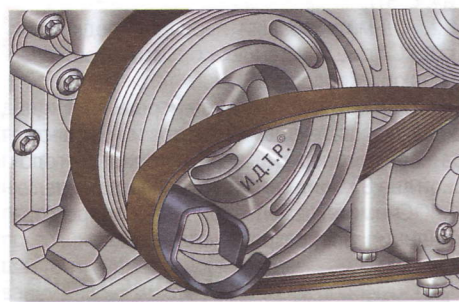

Рис. 4.11. Установка ремня привода компрессора кондиционера на приспособление для его монтажа
7. Наденьте новый ремень на шкив компрессора кондиционера, пропустите под нижней частью шкива коленчатого вала и установите его на монтажное приспособление, как показано на рис. 4.11.